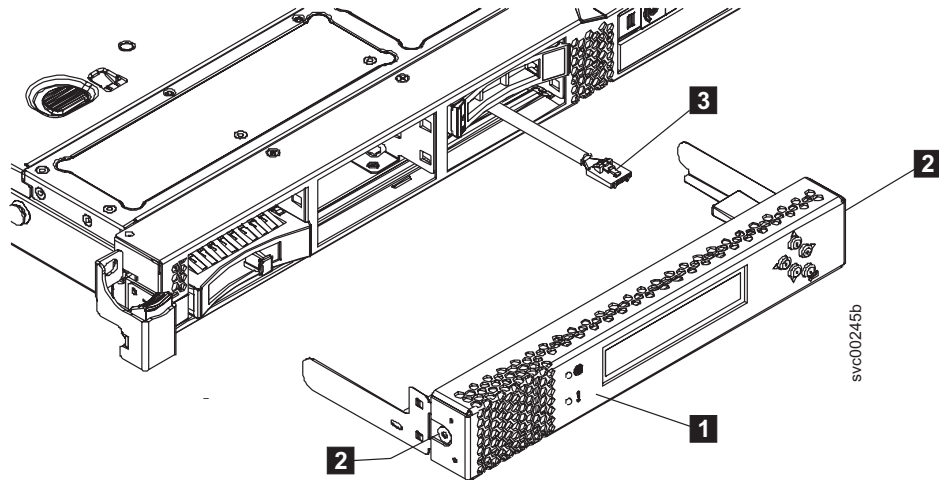

図 87. SAN ボリューム・コントローラー 2145-CF8 サービス・コントローラー
1. サービス・コントローラー（114 ページの図 87 の **1**）が USB ケーブル（**3**）